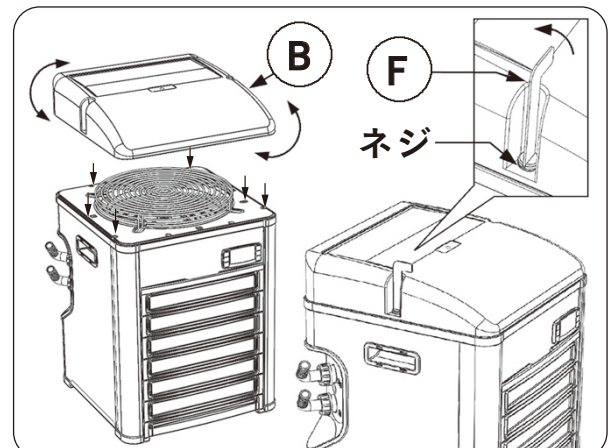

図 12
- 3) 付属のレンチ(図12のF)でエアコンベヤー(図12のE)のネジを緩め、エアコンベヤーを取り外します。